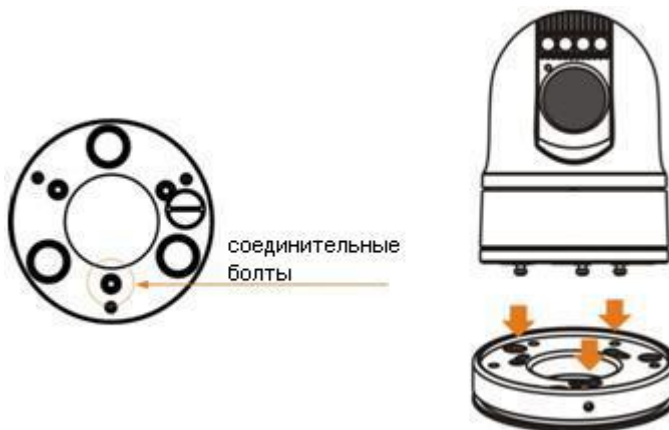

Рис. 8- Монтаж камеры
2. Установите камеру на монтажную площадку. Убедитесь, что все 3 (три) соединительных болта на задней панели попали в направляющие отверстия монтажной площадки (см. рис. 8). Поверните камеру по часовой стрелке.